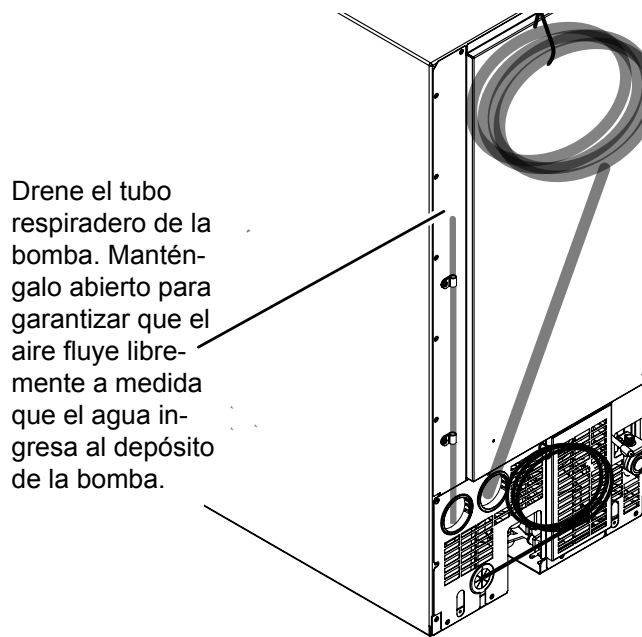

Figura 12: Ubicación del tubo respiradero.
- c. Que el tubo respiradero ubicado en la parte trasera de la unidad esté abierto (Figura 12).